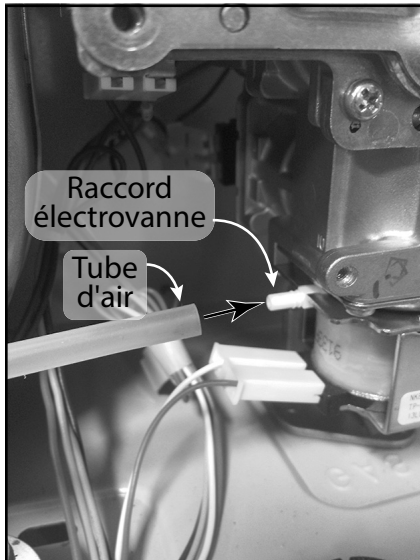

Figure 57
- 9.5 Déconnectez le tube d'air du côté gauche de l'électrovanne du gaz (**Figure 57**). Voir aussi "Tube en plastique transparent" à la Figure 41 (p. 50).